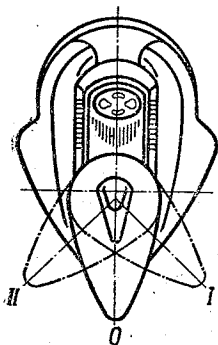

Рис. 4. Центральный переключатель
2. Ключ вставлен до отказа (положение 0, рис. 4), центральный переключатель в среднем положении, горят контрольные лампы 2 и 10 — включены зажигание, звуковой сигнал, сигнал торможения, указатели поворотов.
во (положение I, рис. 4) — включено зажигание, звуковой сигнал, сигнал торможения и указатели поворотов; горят — лампа заднего фонаря мотоцикла, лампы заднего и переднего фонарей коляски, лампа освещения спидометра и лампа стояночного света (езда ночью по освещенным дорогам).
4. Ключ вставлен до отказа и повернут влево (положение II, рис. 4) — включено зажигание, звуковой сигнал, сигнал торможения и указатели поворотов; горят — лампа заднего фонаря мотоцикла, лампа переднего и заднего фонарей коляски, лампа освещения спидометра в фаре и нить ближнего или дальнего света большой лампы фары (езда по плохо освещенным дорогам);